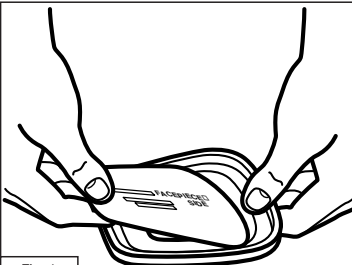

Fig. 1
- Placer le filtre 5P71 (07194) dans le dispositif de retenue de filtre 501 (07054) de sorte que le côté imprimé du filtre soit sur le dessus (Fig. 1).
- Coloque el Filtro 5P71 (07194) en el Soporte de filtro 501 (07054) de modo que el lado impreso del filtro quede mirando hacia arriba (Fig. 1).